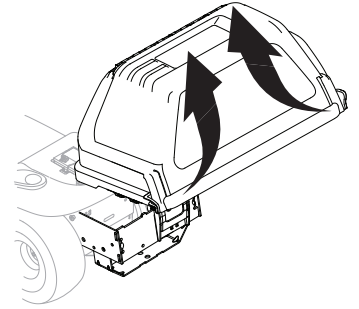

Figure 24
2. Soulevez le couvercle du bac récupérateur en pressant sur l'encoche arrière droite et sur l'encoche arrière gauche et en soulevant la partie arrière du couvercle. Voir Figure 24. Ne retirez pas le boyau de la goulotte.